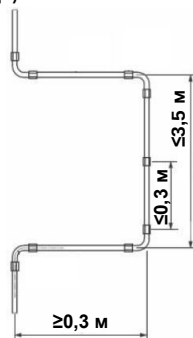

Рисунок 1
- при прокладке вертикальных трасс протяженностью более 3,5 м необходимо предусматривать изменение направления трассы (участки разгрузки от натяжения) (рисунок 1);